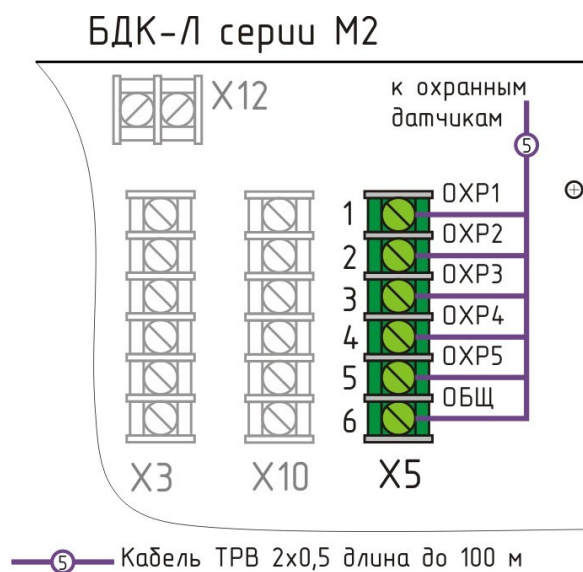

Рисунок 3 - Подключение кабеля охранных датчиков к
1) Установить охранные датчики - магнитоуправляемые контактные извещатели ИО 102-20, состоящие из магнито-управляемого контакта и узла постоянного магнита, по одному на каждый блокируемый элемент (дверь, окно, люк) с внутренней стороны охраняемого помещения открытым способом (рисунок 3). Крепление извещателя должно производиться в верхней части блокируемого элемента на расстоянии 200 мм от вертикальной линии раствора. Магнитоуправляемый контакт устанавливается на неподвижной, а узел постоянного магнита — на подвижной части блокируемого элемента. Расстояние и допустимая несоосность между ними должны соответствовать паспорту на извещатель: расстояние замкнутых контактов 30 мм,